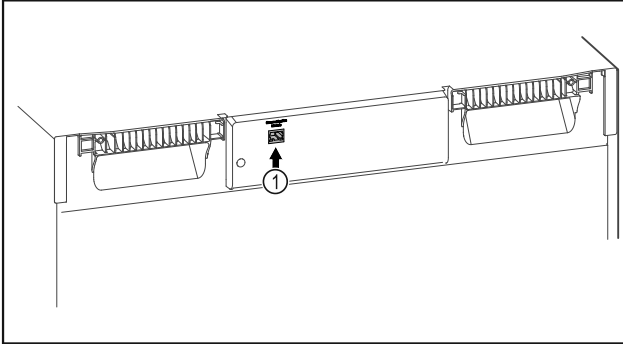

Fig. 95
- SmartModule Fig. 95 (1) on otettu käyttöön.